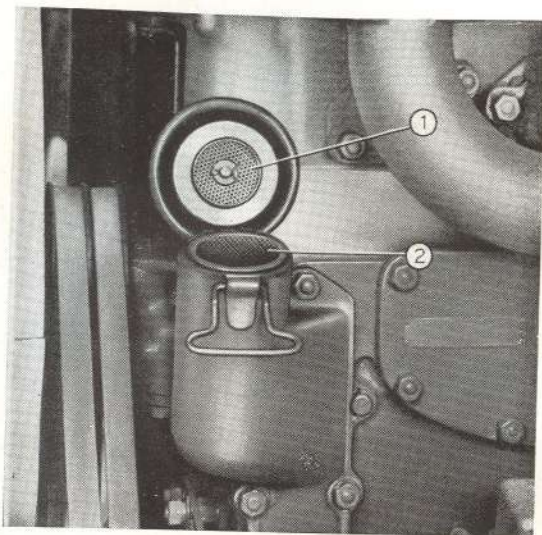

Fig. 63. - Reniflard du moteur
**Toutes les 80 heures de travail:** démonter le filtre du reniflard dans la tubulure de remplissage d'huile (1, fig. 63) et le laver à l'essence et au gasoil. Extraire de l'intérieur de la tubulure le boîtier de filtrage et le laver aussi. Nettoyer également les deux reniflards situés sur le couvercle de la culasse.